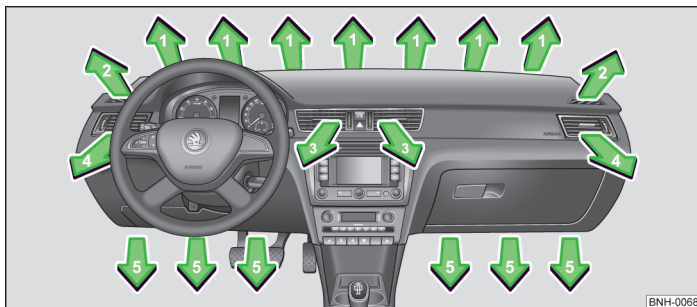
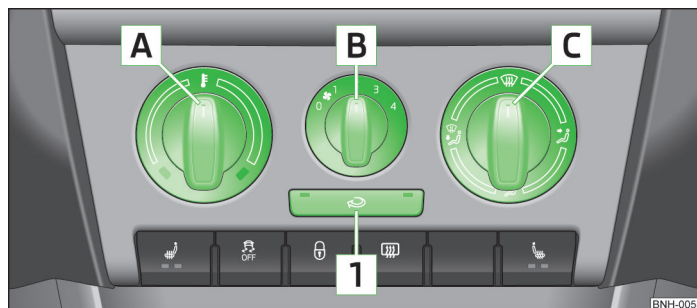

Fig. 58 Eyectores de salida de aire
Fig. 59 Calefacción: Elementos de mando
- Mover las láminas horizontales con el ajustador deslizante para cambiar la altura del flujo de aire » fig. 58.
Ajustar la salida de aire para cada difusor con el regulador de distribución de aire [C] » fig. 59. Los difusores de salida de aire 3 » fig. 58 y 4 se pueden cerrar y abrir por separado.
- Girar el regulador giratorio [A] » fig. 59 hacia la derecha para elevar la temperatura.
- Girar el conmutador del ventilador [B] » fig. 59 a una de las posiciones, 1 a 4, para conectar el ventilador.
- Con el regulador de distribución de aire [C] » fig. 59, se regula el sentido de salida del aire » página 61, *Difusores de salida de aire*.
Todos los elementos de mando, excepto el conmutador del ventilador [B] » fig. 59, se pueden ajustar a cualquier posición intermedia.
- Elementos de mando **A** » fig. 59 » página 61, **B**, **C** y la tecla **1**.
► Pulsar la tecla **1** » fig. 59 » página 61, en la tecla se encenderá el testigo.
► Pulsar de nuevo la tecla **1** » fig. 59 » página 61 - se apagará el testigo de control en la tecla.
Si el regulador distribuidor de aire **C** » fig. 59 » página 61 se encuentra en la posición , el servicio de aire circulante se desconectará automáticamente. Pulsando repetidamente la tecla **1**, se puede volver a conectar el servicio de aire de circulación también en esta posición.